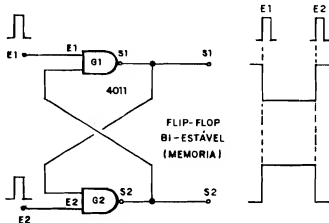

Fig.7
- FIG. 7 - FLIP-FLOP BI-ESTÁVEL (CÉLULA DE MEMÓRIA) COM GATES C.MOS - O diagrama mostra o equivalente, com **gates** digitais C.MOS, do circuito visto na fig. 2 (com transístores...). Observem as "formas" dos sinais presentes nas suas Entradas E1 e E2, bem como os correspondentes "resultados" nas Saídas S1 e S2... Se, num exemplo, quisermos "arquivar na memória" um dígito "1" (na Saída S2...) basta aplicarmos um breve pulso "1" na Entrada E1... S2 irá para "1" e assim ficará, até que a memória seja "apagada" (pela apli-